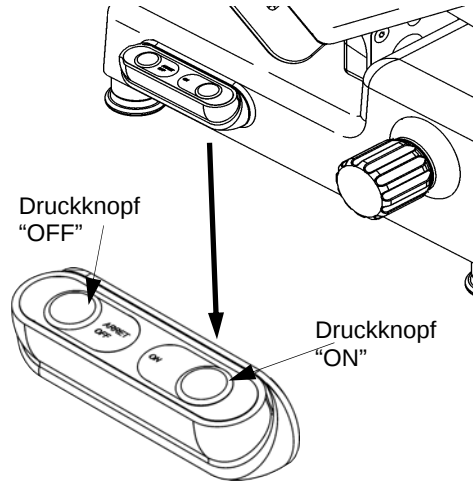

Abb. 22
- Einschaltdruckknopf "ON" und Aus schaltndruckknopf "OFF" (ARRET) Abb. 22 drücken;